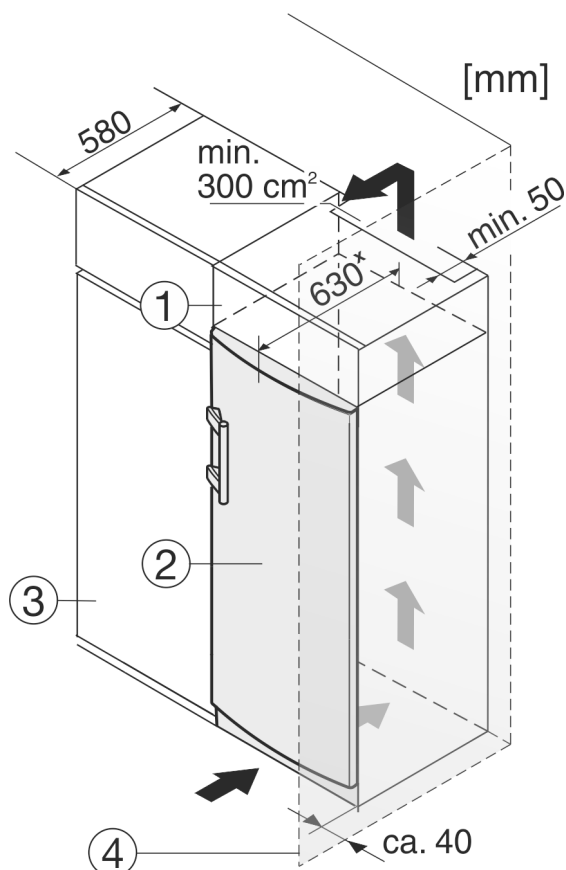

Fig. 10
- (1) Pealiskapp
- (2) Seade
- (3) Köögikapp
- (4) Sein
× Kaasapandud seinavahehoidikutega seadmete puhul suureneb mõõt 35 mm (vt. 4.2 Seadme paigaldamine) võrra. Seadet saab köögikappidega ümbritseda. Kohandamiseks seadet Fig. 10 (2) köögitasapinna kõrgusele, saab seadme kohale paigaldada pealiskapi Fig. 10 (1).
Köögikappidesse sisseehitamisel (sügavus max 580 mm) võib seadme vahetult köögikapi Fig. 10 (3) kõrvale üles panna. Seade ulatub 34 mm x ja seadme keskkoh 50 mm x köögikapi esiküljest ettepoole.
Kui seade pannakse šarniiridega seinale Fig. 10 (4) kõrvale üles, siis tuleb pidada kinni seadme ja seinavahekaugusest vähemalt 40 mm. See vastab käepideme üleulatusele avatud ukse korral.